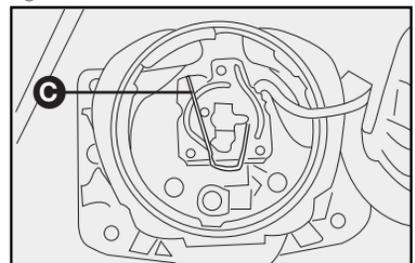

fig. 36
5) Saque el conector y enseguida el portalámpara, presionando el seguro **C-fig. 36** hacia delante abriendo lateralmente hacia la derecha;